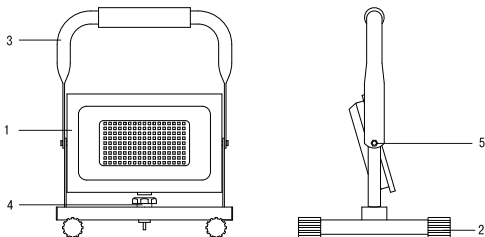

Рисунок 3
5.2 Подготовка переноски к работе (рисунок 3).